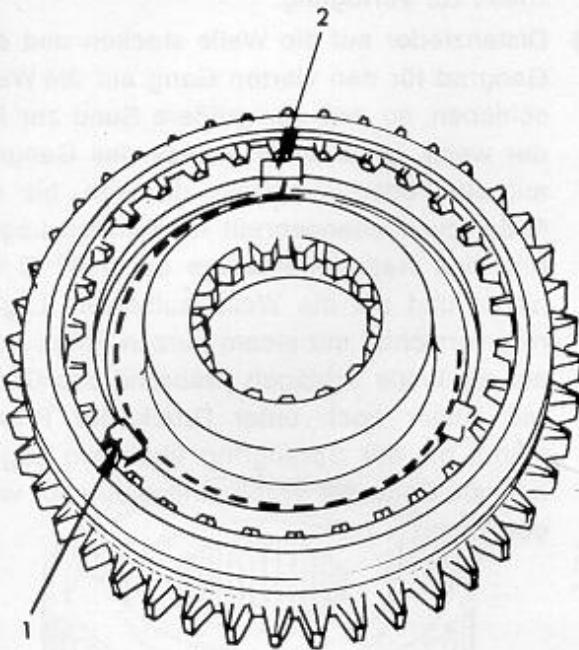

Bild 73
- Beim Zusammenbau des Synchronisierkörpers die beiden Federn so einsetzen, daß die abgebogenen Endstücke über den Schaltriegeln liegen. Zuerst die Feder auf der einen Seite einsetzen und danach die zweite Feder auf der gegenüberliegenden Seite anbringen, so daß das Ende 120° versetzt vom Ende der ersten Feder sitzt (siehe Bild 73).